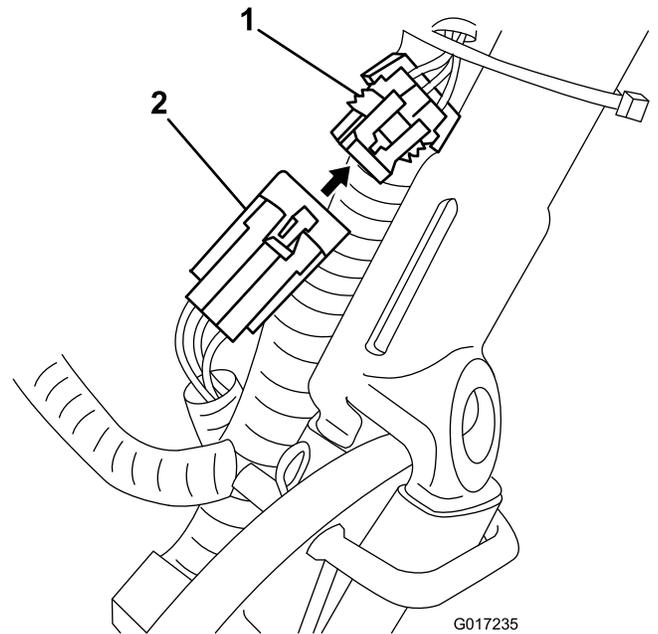

Figura 12
3. Desconecte el conector pequeño, situado en el arnés que va de la batería al arnés de cables de la máquina, del arnés de cables principal (Figura 12).
14. Pase el arnés de cables batería-máquina por debajo y por detrás del arnés principal en el lado izquierdo de la máquina, y conecte el conector pequeño de 6 pines del arnés al conector correspondiente del arnés de cables principal, según se indica en la Figura 12.